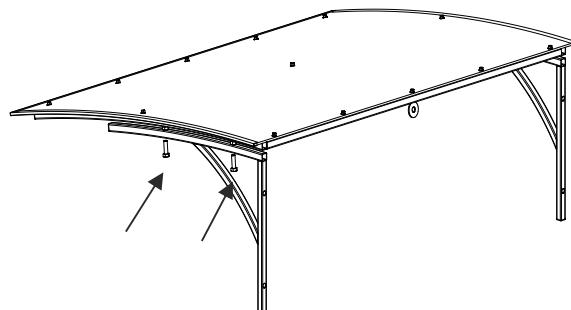

Рис.5
8. Возьмите один кронштейн и закрепите его с помощью болтов к рамке. В данном случае рекомендуется затянуть болты посильнее. Рис.5.